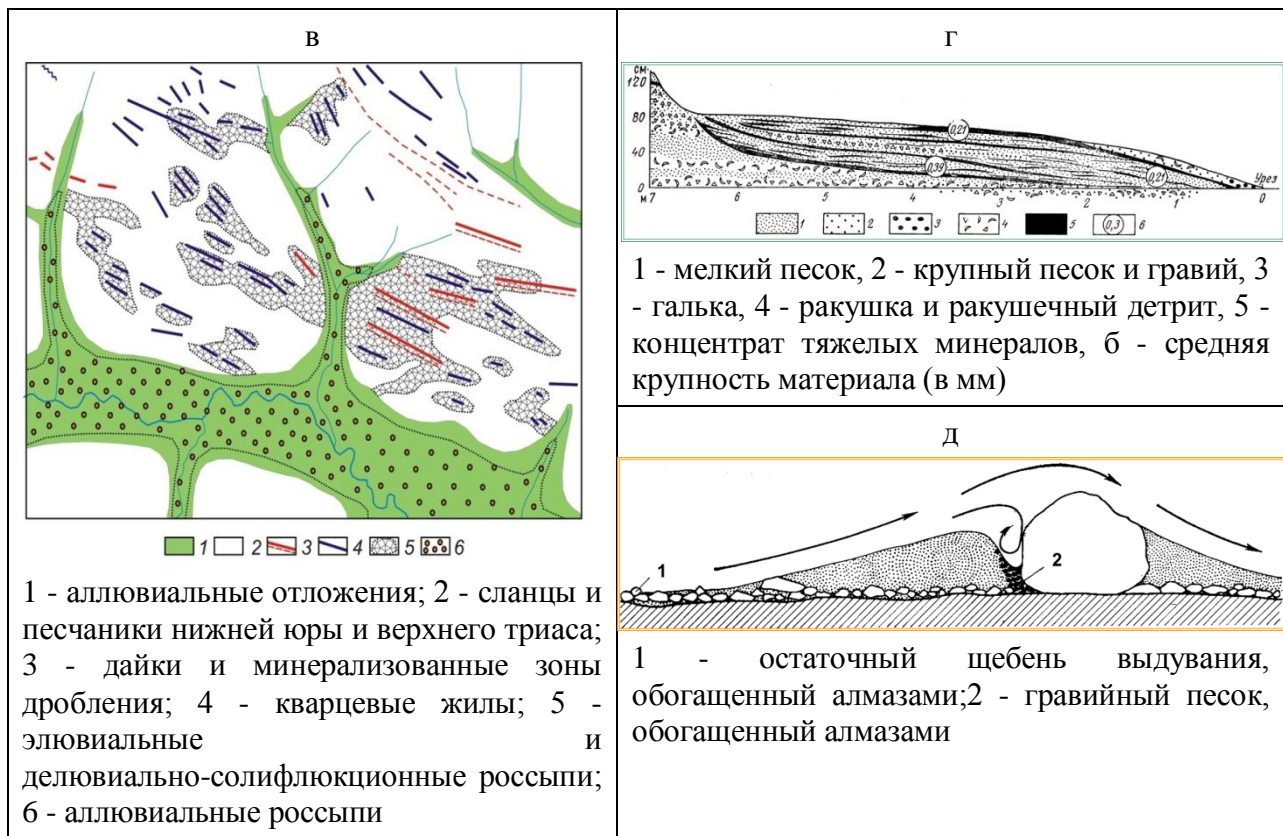

Рис. 1.1 – Условия образования россыпей:
2. На первом листе альбома по практическим работам воспроизвести в карандаше все схемы формирования россыпей (рис. 1.1).